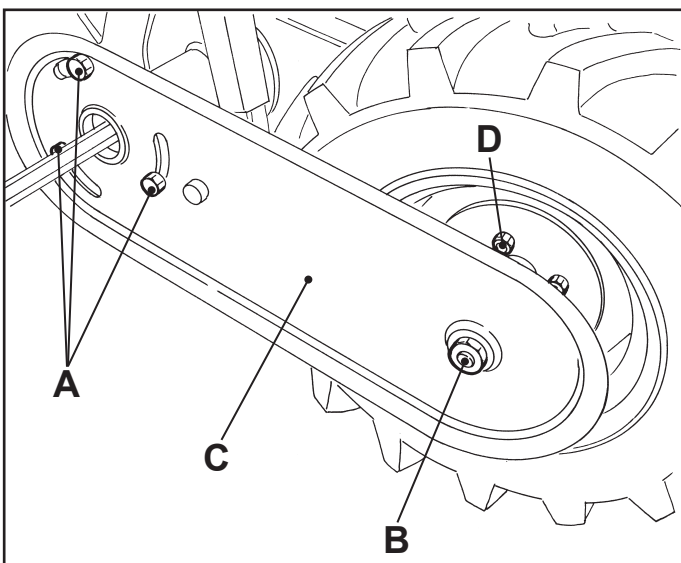

Fig. 1
- Svitare le tre viti (A) più il dado (B - Fig. 1).
- Togliere il carter (C).
- Togliere i dadi ruota (D) ed estrarre la ruota.
- Unscrew the screws (A) and the screw nuts (B - Fig. 1).
- Remove the casing (C).
- Remove the wheel screw nuts (D) and take out the wheel.
- Dévisser les trois vis (A) et l'écrou (B - Fig. 1).
- Enlever le carter (C).
- Enlever les écrous de la roue (D) et extraire la roue.